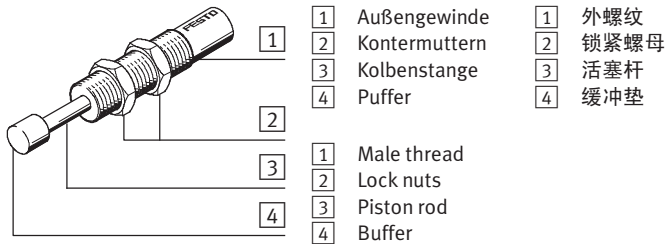
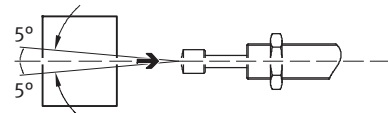

Fig. 1
Fig. 2
- Die Masse trifft möglichst axial auf den Puffer [4] (→ Fig. 1), (max. Abweichung 5°, → Fig. 2).
- Drehen Sie die Kontermuttern [2] (→ Fig. 1) fest, gemäß der gewählten Befestigungsart. Dabei ist das folgende Anziehdrehmoment einzuhalten: